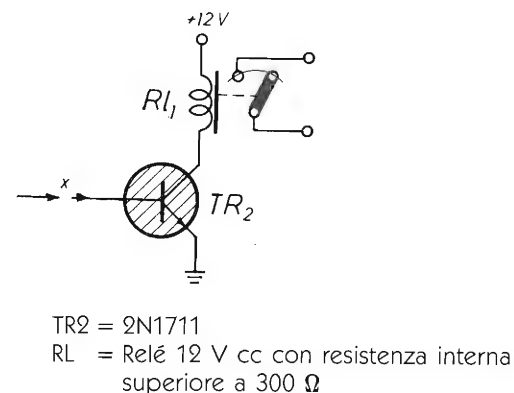
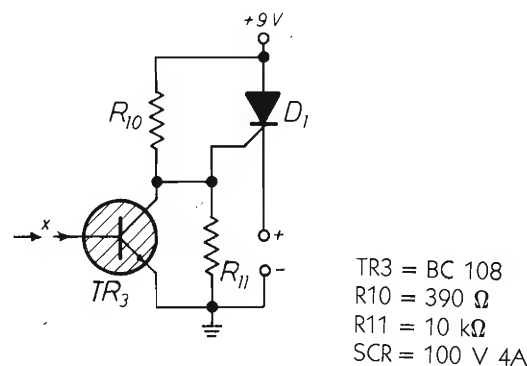
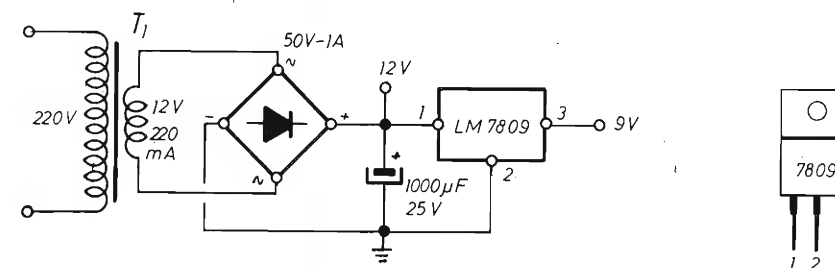

figura 2 - Circuito a relé.
figura 3 - Circuito di comando per altri dispositivi.
figura 4 - Alimentatore.
L'uscita al punto (X) può essere usata per pilotare i circuiti di figura 2 e figura 3.
Il circuito di figura 2 permette di accoppiare un relé per il pilotaggio di dispositivi di potenza, come sirene ecc. Per il collegamento di sirene si dovrà adottare un trasformatore e un raddrizzatore di potenza adatta all'assorbimento della sirena.
Il circuito di figura 3 consente la partenza automatica di un registratore o altri dispositivi.
Tramite il circuito di figura 3 si potrà collegare un cicalino che permette l'ascolto di un segnale di avvertimento in concomitanza con l'accensione del LED.
In queste condizioni l'avvicinarsi di una persona al sensore provocherà l'avvio della sirena, pilotabile tramite il circuito di figura 2 e tramite lo stesso relé si potrà eventualmente attivare l'antifurto inserito dentro la casa.
Se si usa il circuito di figura 2, collegare il punto di alimentazione ai 12 Vcc prima dello stabilizzatore.
L'alimentatore di figura 4 dovrà essere modificato, qualora si usi il circuito di figura 2 per il pilotaggio della sirena.
Quando si esce di casa e si teme la visita dei ladri, si può adottare la (prima soluzione) con l'aggiunta del circuito di figura 3, il quale permette di mettere in azione un registratore opportunamente preparato con una cassetta incisa con chiacchiere di vario genere, le cui voci percepite dal ladro (ancora fuori dalla porta) dovrebbero farlo desistere dalle intenzioni cattive.